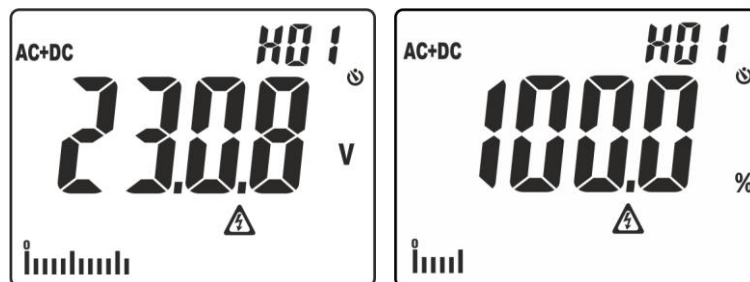

Fig. 3: Visualización amplitudes análisis armónico
- Pulsación simple de la tecla para visualización amplitudes de los armónicos de tensión y corriente hasta el 25° orden (**Hdc**, **H01... H25**) en formato absoluto o porcentual en con respecto a las fundamentales de las señales de entrada (para valores de tensión  $V_{CA} > 0.5V$  y corriente  $CA > 0.5A$  y frecuencia comprendida entre  $42.5Hz \div 69Hz$ ) y el valor porcentual del parámetro **THD%** (ver el § 9.3) como se muestra en Fig. 3. Use las teclas  $\blacktriangle$ /**ZERO** y  $\blacktriangledown$ / $\text{V}$  para aumentar/disminuir el orden del armónico